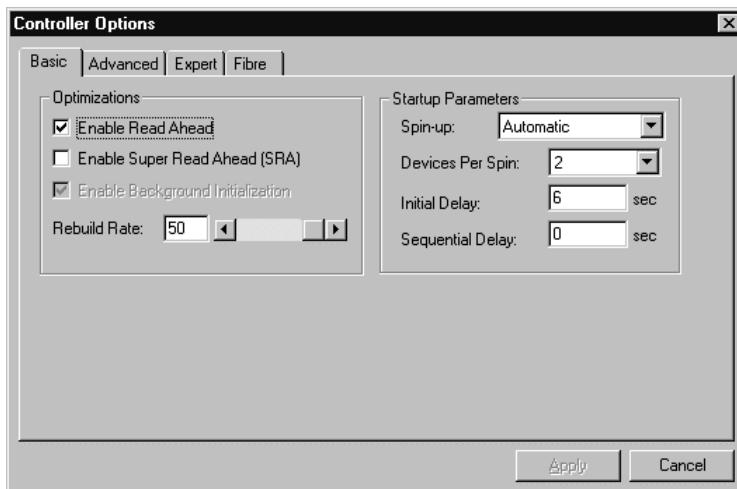

図 3-2 SAM Basic Controller Options ダイアログボックス
- Basic タブを開いて図 3-2のようにパラメータを設定します。